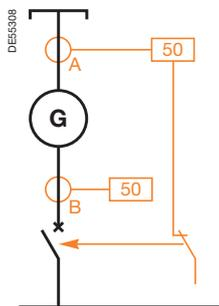

Fig. 106. Generador de CA acoplado a otras fuentes.
- En algunos casos, especialmente para generadores con especificaciones de baja potencia en comparación con el sistema eléctrico al que están conectados, se puede proporcionar una protección de cortocircuito interna entre fases del modo siguiente (fig. 106):
- Protección de máxima intensidad instantánea (A), validada cuando se abre el disyuntor del generador, con sensores de intensidad en el lado del punto neutro, regulada por debajo de la corriente nominal.
- Protección de máxima intensidad instantánea (B), con sensores de intensidad en el lado del disyuntor, regulada por debajo de la corriente de cortocircuito del generador.